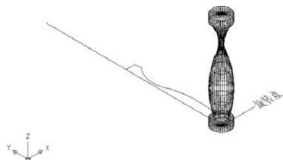

图 6.49 使用【三维旋转】命令旋转后的“花瓶”
(5) 在指定旋转角度或 [参照(R)]: 提示下, 输入“90”, 表示将逆时针旋转 90°, 结果如图 6.49 所示。